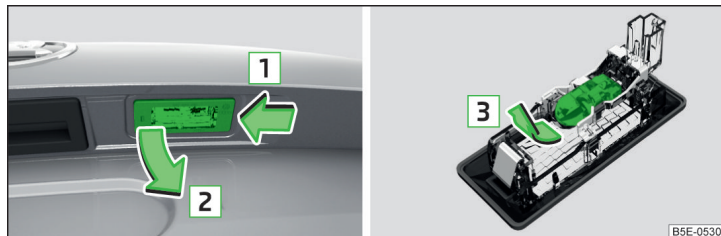

Fig. 242 Demontarea lămpii pentru numărul de înmatriculare / Înlocuirea becului
- Apăsați lampa în sensul săgeții [1] » fig. 242.